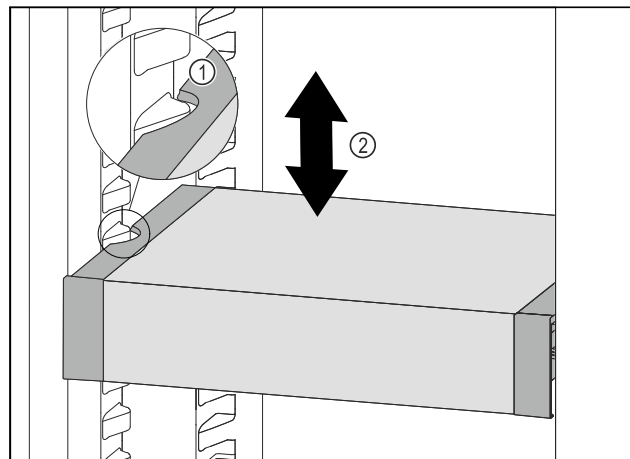

Fig. 105
- ▶ Изтеглете VarioSafe напред, докато страничните прорези на VarioSafe се намират на височината на ребро на съда в хладилната част. *Fig. 105 (1)*
- ▶ Преместете VarioSafe нагоре или надолу в хладилната част, докато се достигне желаната височина. *Fig. 105 (2)*